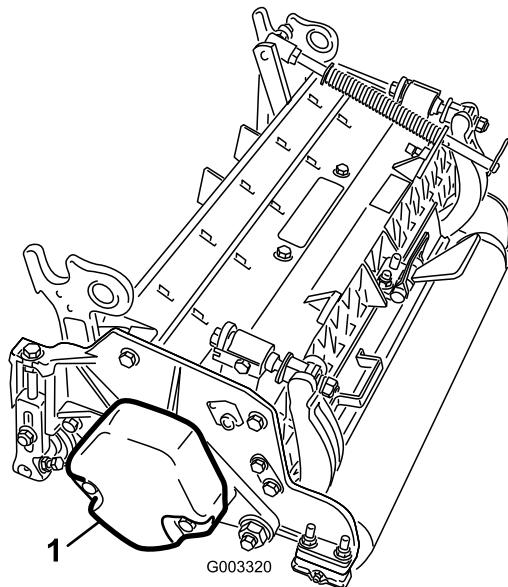

Figura 9
5. Asegúrese de que el contrapeso (Figura 9) está instalado en el extremo correcto de la unidad de corte, según lo indicado en el *Manual del operador* de la unidad de corte.